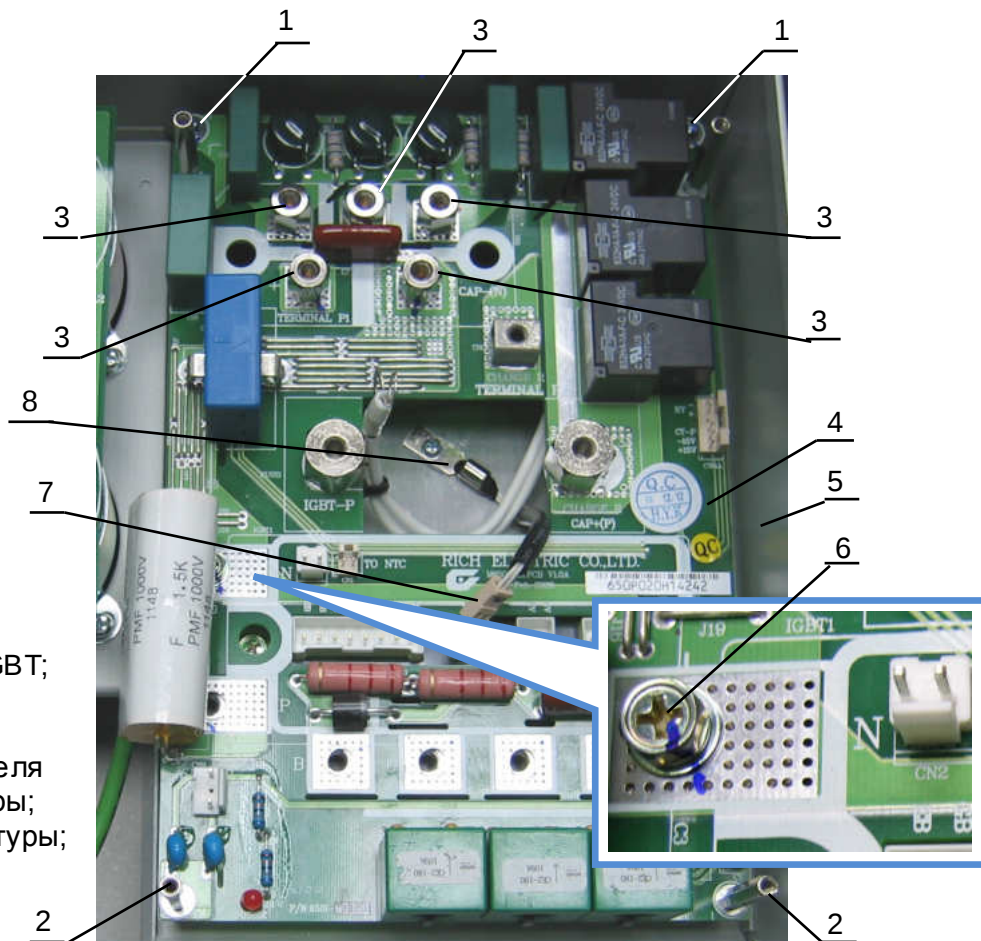
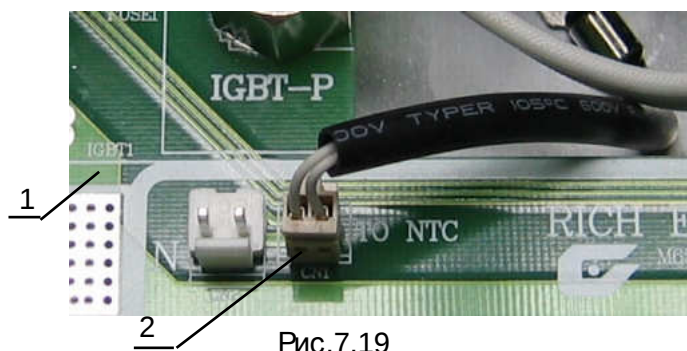

Рис.7.18
Рис.7.19
7.8.2. Установить **плату модуля IGBT** (4) в корпус ПЧ (5) и закрепить её двумя винтами (1) и двумя стойками (2) (рис.7.18).
- 7.8.3. Установить пять токоведущих стоек (3) и винт (6) зятяжки силовой клеммы **N** матрицы IGBT (рис.7.18).
- 7.8.4. Присоединить **розетку** (7) (рис.7.18) к **вилке CN1** (2) на плате модуля IGBT(1) (рис.7.19).